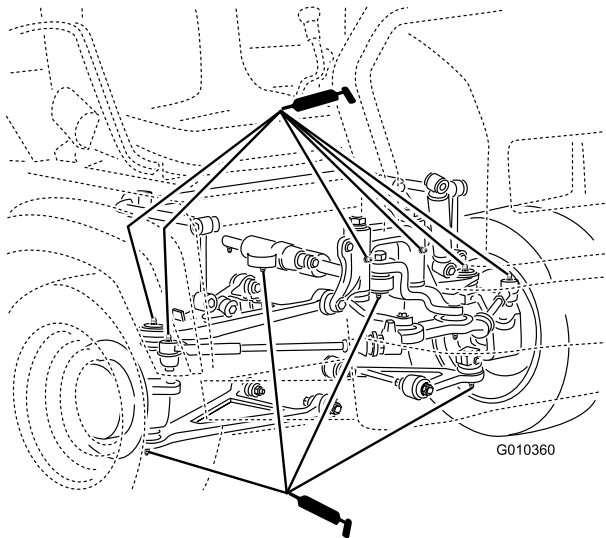

Figure 38
- Rotules (4), biellettes (2), supports de pivot (2) et vérin de direction (2) (Figure 38)